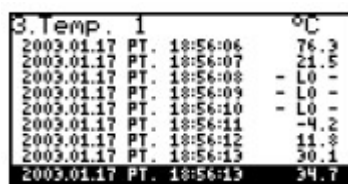

Fig. 6.5. Modo "Lista de Medidas"
- Modo "Lista de medidas" (Fig. 6.5) permite visualizar los valores momentáneos gravados durante el periodo ajustado o los valores promediados de las medidas efectuadas para uno de los canales de medida de forma numérica.